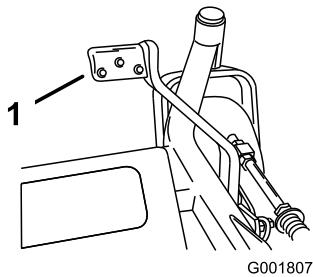

Figura 27
- Presione la palanca de elevación asistida mientras tira hacia arriba de la palanca de ajuste de la altura de corte (Figura 27).